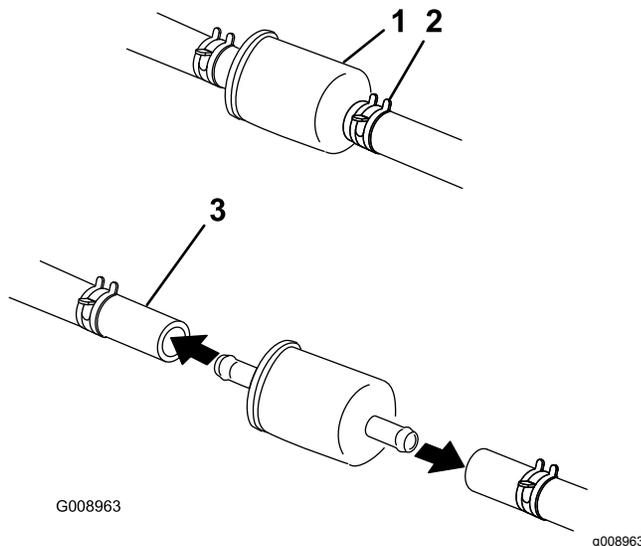

Figure 60
4. Fermez le robinet d'arrivée de carburant sous le siège (Figure 60).
5. Pincez les extrémités des colliers et éloignez les colliers du filtre (Figure 60).
7. Posez un filtre neuf et rapprochez les colliers de fixation du filtre (Figure 60).